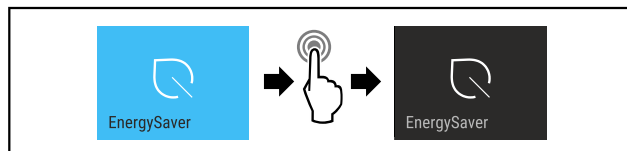

Fig. 18
- ▶ Wykonać czynności (patrz Fig. 18).